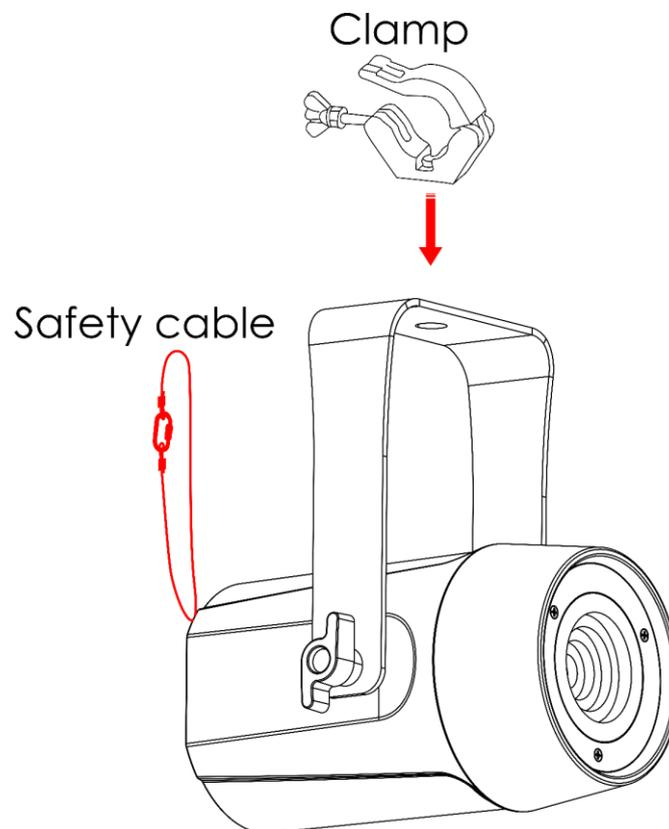

Abb. 05
- 01) Befestigen Sie das Gerät mit einer Klemme an der tragenden Struktur, wie in Abb. 05 gezeigt. Achten Sie darauf, dass sich das Gerät nicht frei bewegen kann.
- 02) Sichern Sie das Gerät mit einer Sekundäraufhängung, zum Beispiel einem Sicherheitsseil. Achten Sie darauf, dass die Sekundäraufhängung das 10-fache Gewicht des Geräts tragen kann. Wenn möglich, sollte die Sekundäraufhängung an einer von der Primäraufhängung unabhängigen tragenden Struktur befestigt werden. Führen Sie das Sicherheitsseil durch die **Sicherungsöse (07)**, wie in Abb. 05 gezeigt.